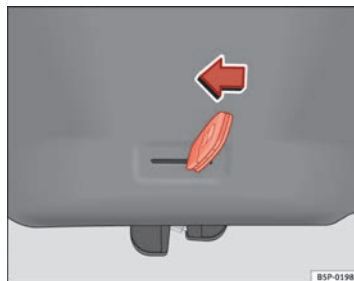

Abb. 49 Heckklappe:
- Den Schlüsselbart in den Schlitz stecken und das Verriegelungssystem entriegeln, indem der Schlüssel von rechts nach links in Richtung Pfeil bewegt wird ⇒ Abb. 49.